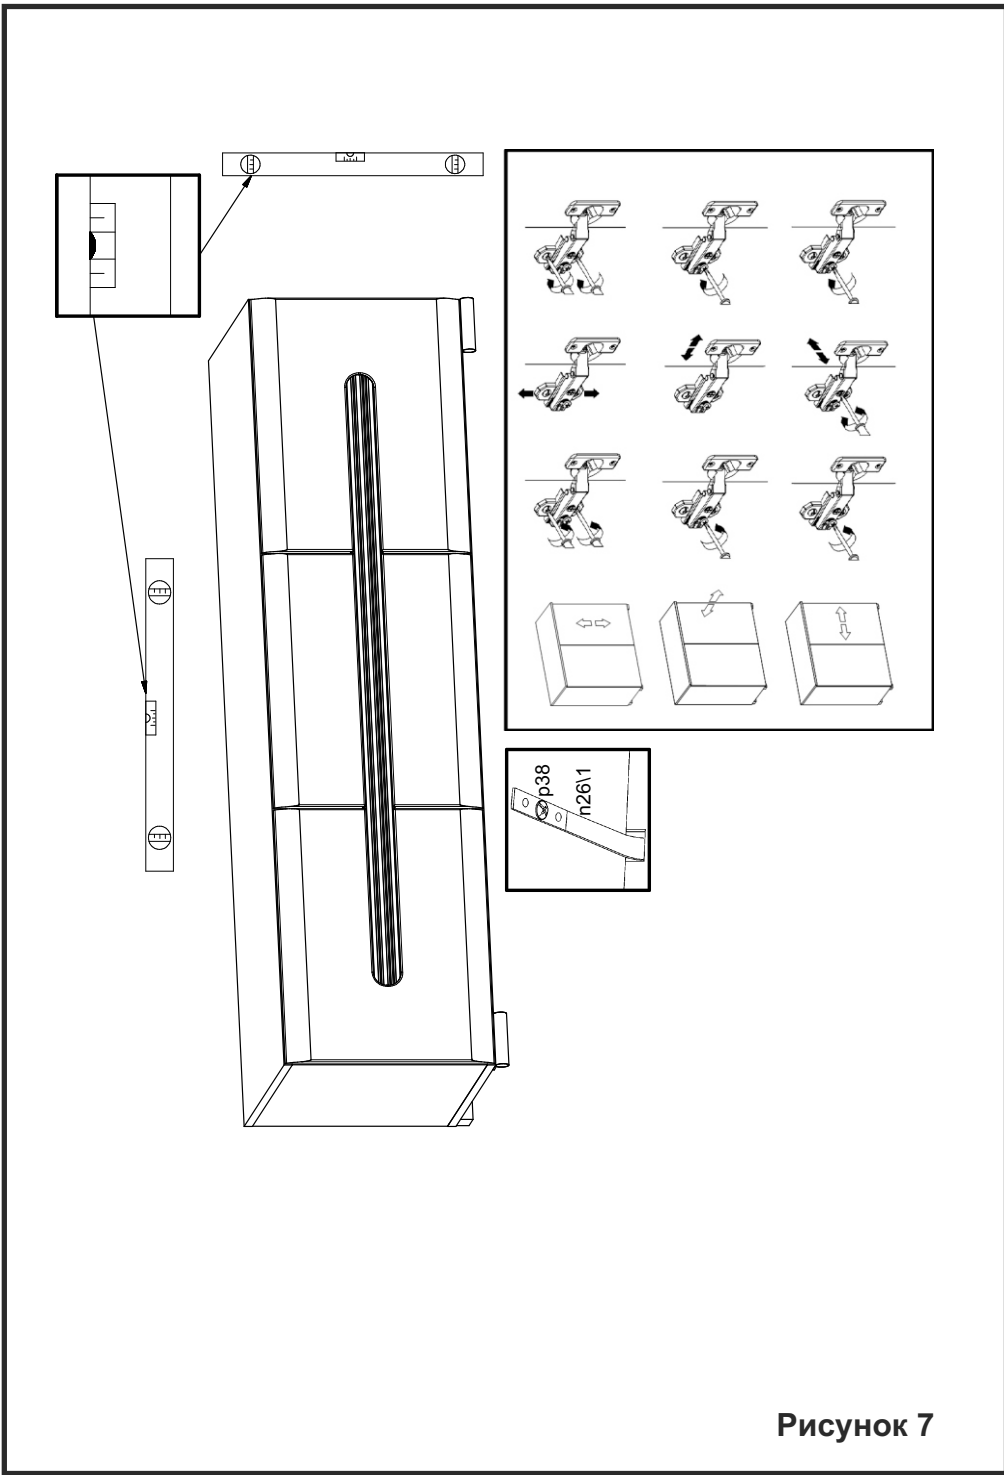

Рисунок 7
22. Навесить дверь 1 на корпус изделия, совместив петли шарнирные a102 с ответными планками петель b59. При необходимости отрегулировать положение двери, вращая регулировочные винты (см.рис. 7).